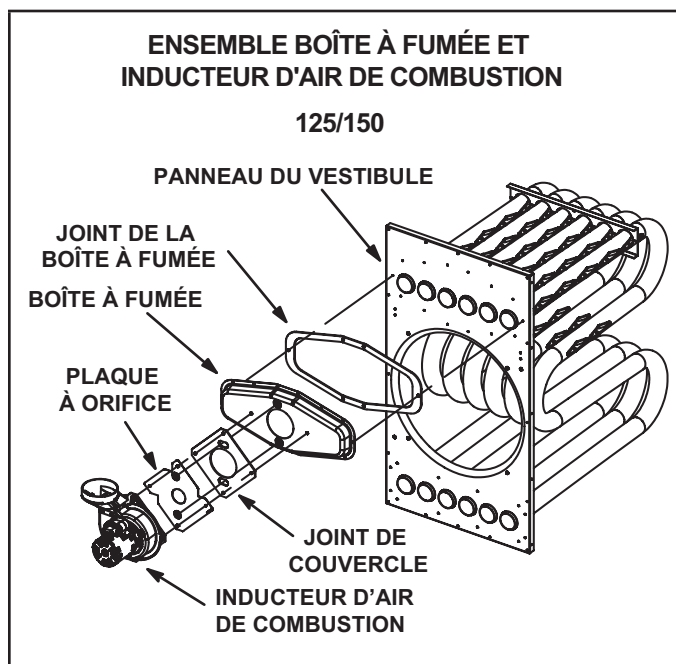

FIGURE 3
- 3 - Avant de connecter l'électricité ou le gaz, utiliser une douille pour retirer les quatre vis qui maintiennent l'inducteur d'air de combustion sur le collecteur d'évacuation. Voir Figure 3.